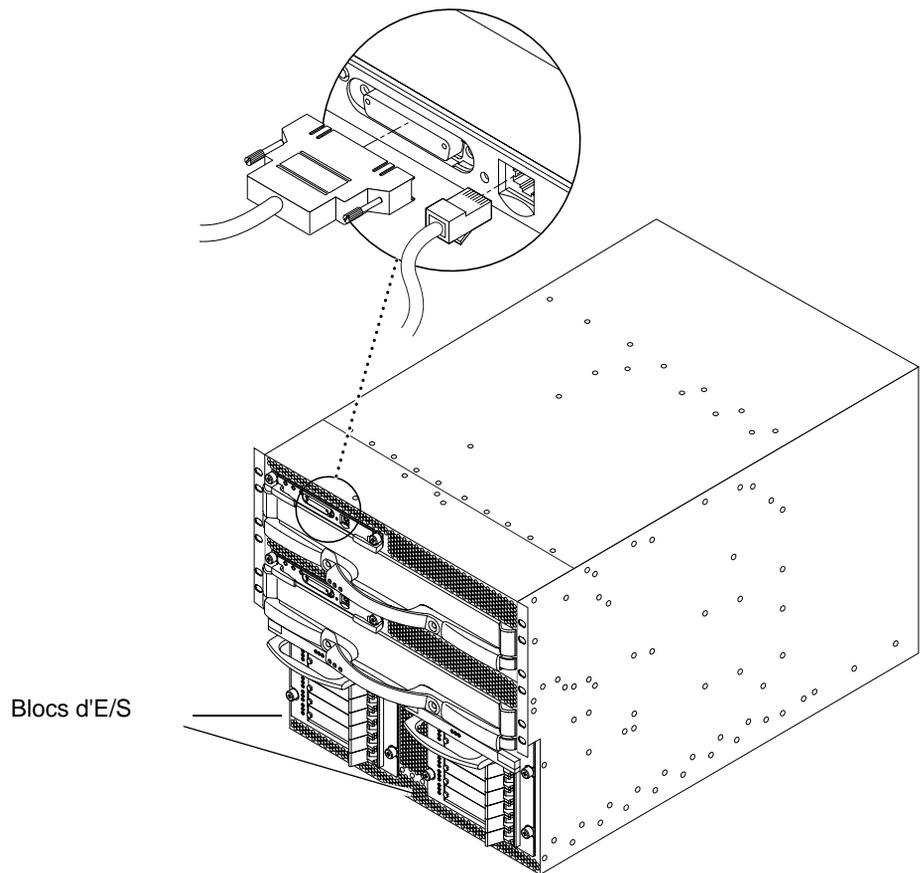

**FIGURE 5-1** Emplacement de l'interrupteur d'alimentation et de la prise du cordon d'alimentation sur le système Sun Fire 3800
1. **Mettez chaque interrupteur en position off** (FIGURE 5-1).
**1. Mettez chaque interrupteur en position on (FIGURE 5-1).**
**6. Mettez chaque interrupteur en position on (FIGURE 5-1).**